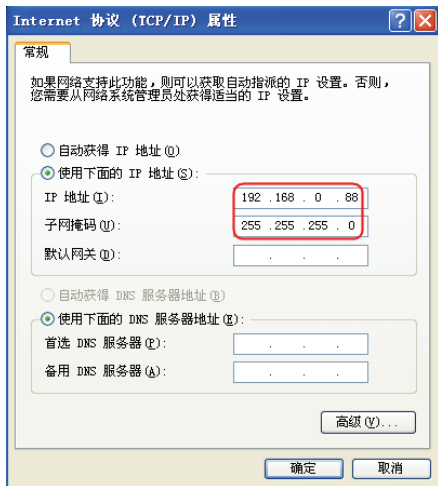

图 10-47 计算机的 IP 地址和子网掩码设置
4) 插入 IE General 后, 随即会弹出组件属性对话框。单击 Network Properties 进行网卡参数配置, 如图 10-47 所示, 此处的 IP 地址和子网掩码与 STEP7 中硬件组态时的完全一致。